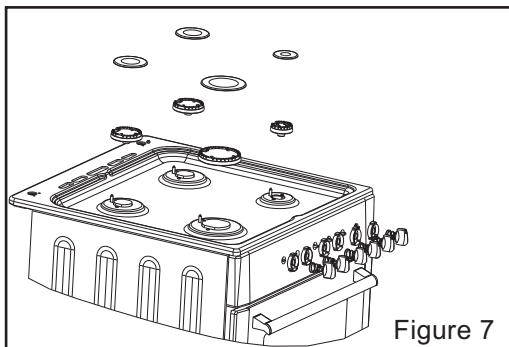

Figure 7
Le technicien devra tout d'abord vérifier le réglage gaz de votre cuisinière. Si elle est livrée en gaz naturel, il devra changer les injecteurs (voir ci-dessous) pour la rendre utilisable en gaz butane. L'installation doit être faite avec un tuyau gaz spécifique butane/propane vendu avec 2 colliers. l'embout gaz butane avec le joint sera installé sur la cuisinière, le tuyau sera enfoncé à fond sur cet embout et un collier sera installé en serrant correctement, mais sans couper le tuyau. Faire de même côté détendeur (voir fig. 7).
- Retirez le chapeau de brûleur + le brûleur supérieur. (voir fig.7)